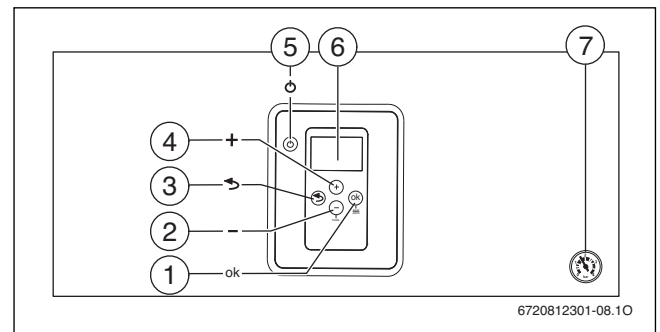

Fig. 34
- ▶ Accendere l'apparecchio con il tasto stand-by (→ fig. 34, [5]). Il display visualizza la temperatura di mandata dell'acqua di riscaldamento.